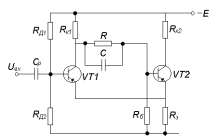

Рис. 1.23
23. Показать путь протекания тока в схеме триггера Шмитта (рис.1.23) при подаче на вход сигнала отрицательной полярности. Начертить временную диаграмму $U_{к2}(t)$.